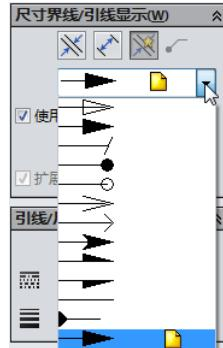

图 8-61 箭头在尺寸界限的外面    图 8-62 箭头在尺寸界限的里面    图 8-63 箭头标注样式选项
- 箭头在尺寸界限外面：单击设置框中的“外面”图标按钮 $\text{X}$ ，箭头在尺寸界限外面显示，如图 8-61 所示。